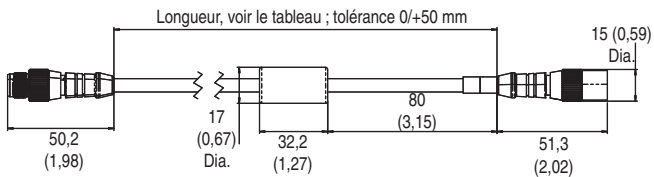

Figure 13 : Connecteur M12 (mâle), connecteur M12 à 8 broches (femelle) [câble blindé]
8. Testez la fonction de protection de la barrière immatérielle GuardShield Micro 400 en utilisant un bâton de test conformément à la Figure 13. L'insertion de ce bâton dans le champ de protection dans n'importe quelle position doit produire une interruption du champ de protection (éclairage de la DEL rouge dans la barrière immatérielle GuardShield Micro 400).